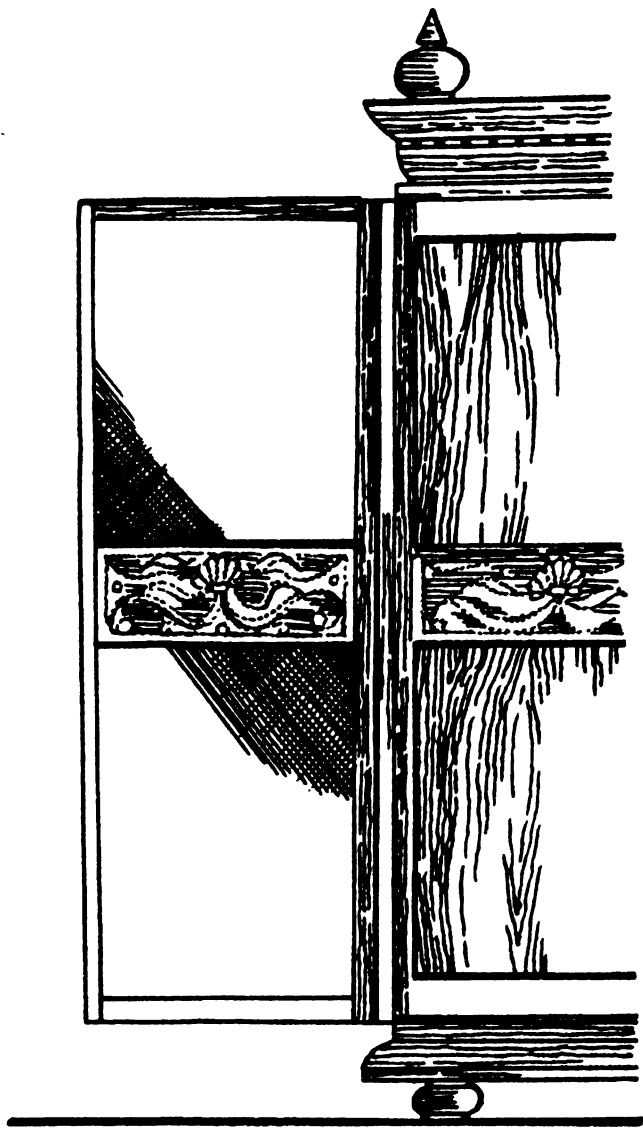
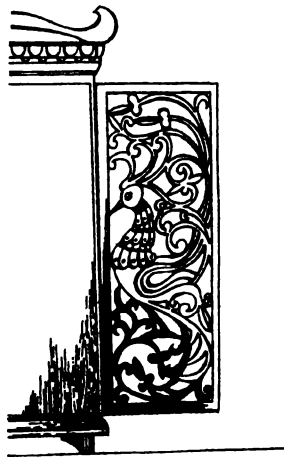

Рис. 186.
Рис.188.
- В малогабаритных квартирах, где часто нет места для хранения хозяйственных мелочей, можно использовать место по бокам шкафа. (Рис. 184). Для этого к шкафу нужно прикрепить на шарнирных петлях легкие рамы-двери. Вид рам может быть разным. Например: рамы полностью обтянутые тканью, рамы с резьбой (рис. 186), а оставшееся свободное пространство также обтянутое тканью, и третий вариант — рама, полностью заполненная ажурной резьбой. (Рис. 188).
том и рамой. Ткань крепят к раме мебельными скобами. (Рис. 186).